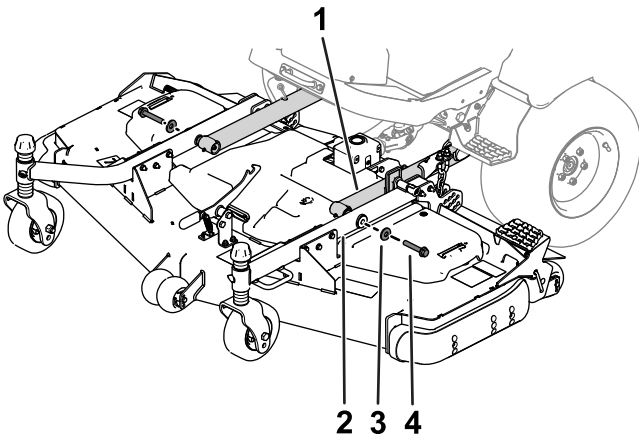

Figura 5
7. Utilizzate 2 bulloni a testa esagonale e 2 rondelle per fissare i bracci delle ruote orientabili ai bracci di sollevamento (Figura 5).